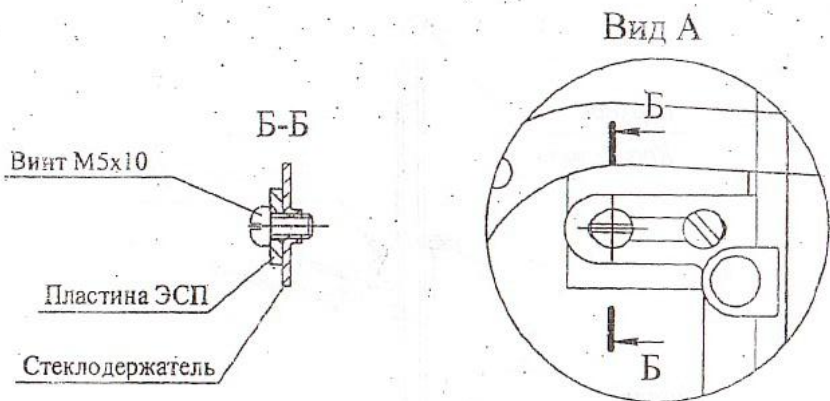

Рис.3
6.5.7 Совместить отверстие стеклодержателя с отверстием пластины ЭСП и закрепить винтами М5 из комплекта крепежных деталей (см. рис.3).